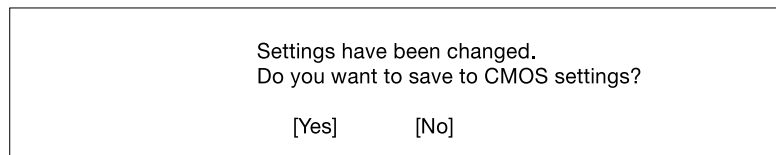

Abbildung 4-13 Bildschirm zum Speichern von Änderungen
5. Drücken Sie **Esc**, um wieder das Menü „System Security“ anzuzeigen, und drücken Sie erneut **Esc**, um Setup zu beenden. Der Bildschirm „Save Changes“ wird angezeigt (siehe Abbildung 4-13).